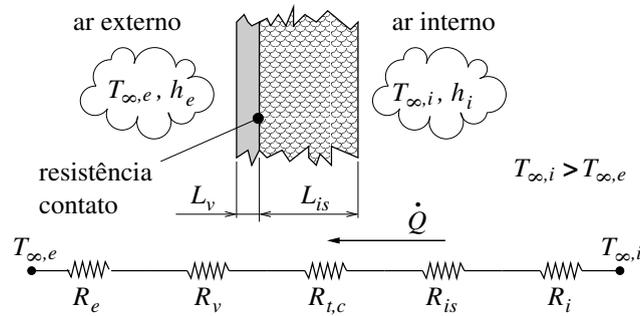

FIGURA 1 – Esquema e circuito térmico equivalente para a condição da janela com isolamento.
1) O desenho esquemático da instalação e o respectivo circuito térmico equivalente, para a condição da janela com o isolamento, é mostrado na Figura 1